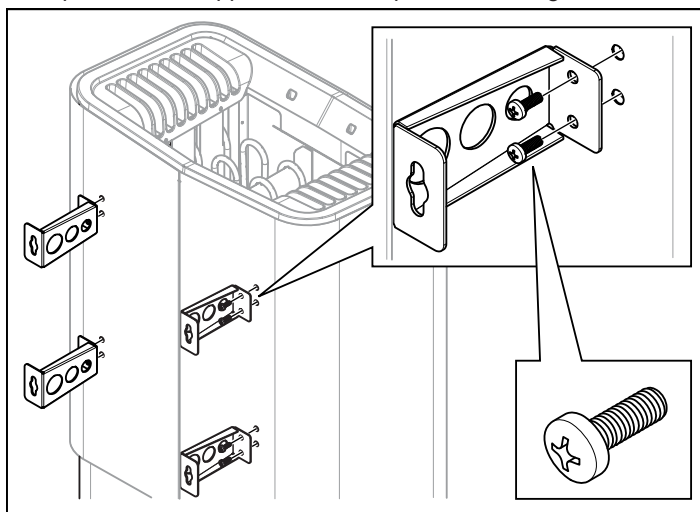

Fig. 11: Monter les supports sur le poêle
8. Déposer les deux premières vis de la face arrière du poêle et visser l'un des quatre supports. Répéter l'opération jusqu'à ce que tous les supports soient en place, voir la figure 11.